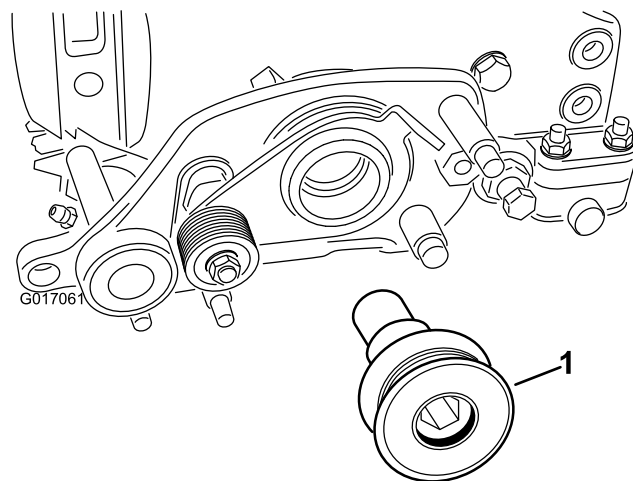

Figura 8
19. Sujete la polea motriz del acondicionador al eje del molinete (Figura 8). Apriete a 170 N m.